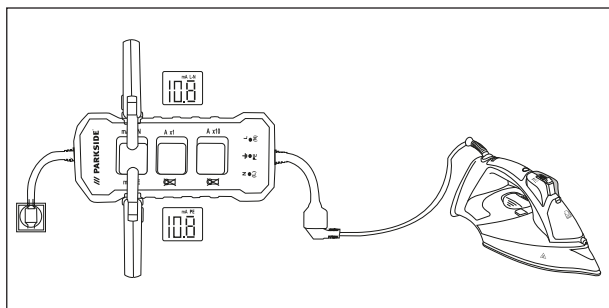

Fig. 2
- 1) Branchez la fiche Schuko ⑧ de l'appareil sur une prise secteur.
- 2) Reliez la fiche secteur du terminal à la prise de raccordement Schuko ④.
- 3) Placez la pince ampèremétrique autour des points de mesure **mA PE ⑦** ou **mA L-N ①** et mettez le terminal en marche.
- 4) Lisez la valeur directe du courant de dérivation (conducteur PE) dans l'anneau **mA PE ⑦** ou la valeur indirecte/valeur différentielle du courant de dérivation (conducteur L-N) dans l'anneau **mA L-N ①** (voir fig. 2).